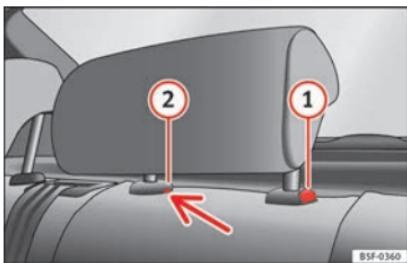

Fig. 150 Appui-tête central arrière : point de déverrouillage.
- Pour régler l'appuie-tête à une hauteur inférieure, appuyez sur la touche **①** »» **fig. 150** et déplacez-le vers le bas.
- Appuyez sur la touche **①** »» **fig. 150**, en appuyant en même temps sur l'orifice de sécurité **②** »» **fig. 150** avec un tournevis plat de 5 mm de largeur maximum et retirez l'appuie-tête.